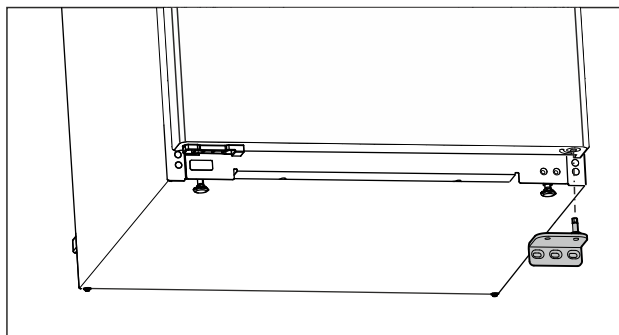

Fig. 12
- ▶ Zdjąć płytkę zawiasu w dół. (patrz Fig. 12)